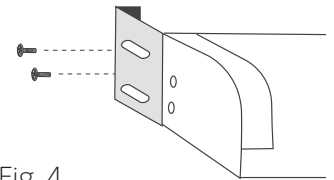

Fig. 4
- Instale la abrazadera de la cenefa con tornillos (Fig. 4).